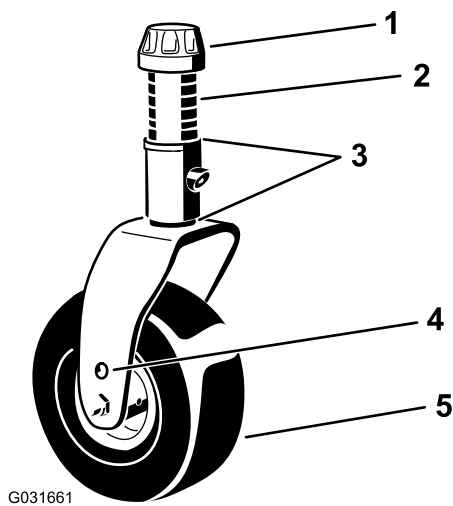
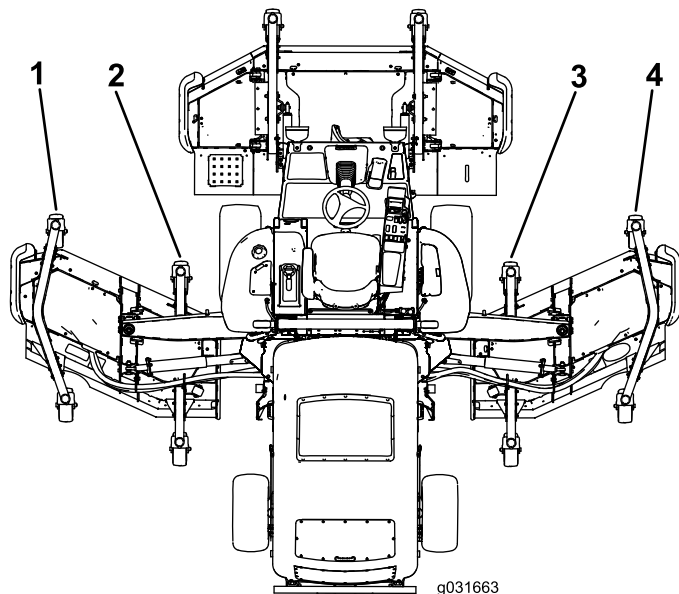

Bild 31
Bild 32
5. Entfernen Sie, wenn die innere Schnittkante des Seitenmähwerks im Verhältnis zur äußeren Kante des Frontmähwerks zu hoch ist, eine Beilagscheibe von der Unterseite des vorderen inneren Laufradarms am Seitenmähwerk (Bild 31 und Bild 32).
- Wenn die Innenkante weiterhin zu hoch ist, entfernen Sie eine weitere Beilagscheibe von der Unterseite des vorderen inneren Laufadarms des Seitenmähwerks und eine Beilagscheibe vom vorderen äußeren Laufadarm des Seitenmähwerks (Bild 31 und Bild 32).
- Fügen Sie, wenn die innere Schnittkante des Seitenmähwerks im Verhältnis zur äußeren Kante des Frontmähwerks zu tief ist, eine Beilagscheibe (1/8 Zoll) auf der Unterseite des vorderen inneren Laufadarms am Seitenmähwerk hinzu (Bild 31 und Bild 32).